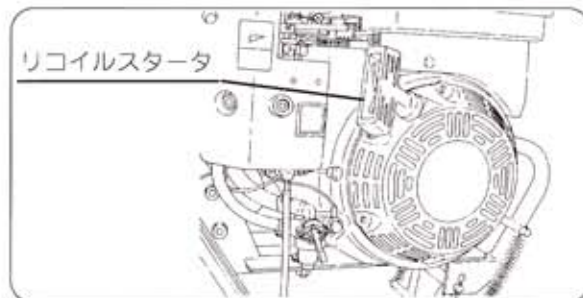

図10
- ⑤ リコイルスタータを引っ張り、エンジンが始動したらチョークレバーを徐々に「全開」位置にします。(図10)